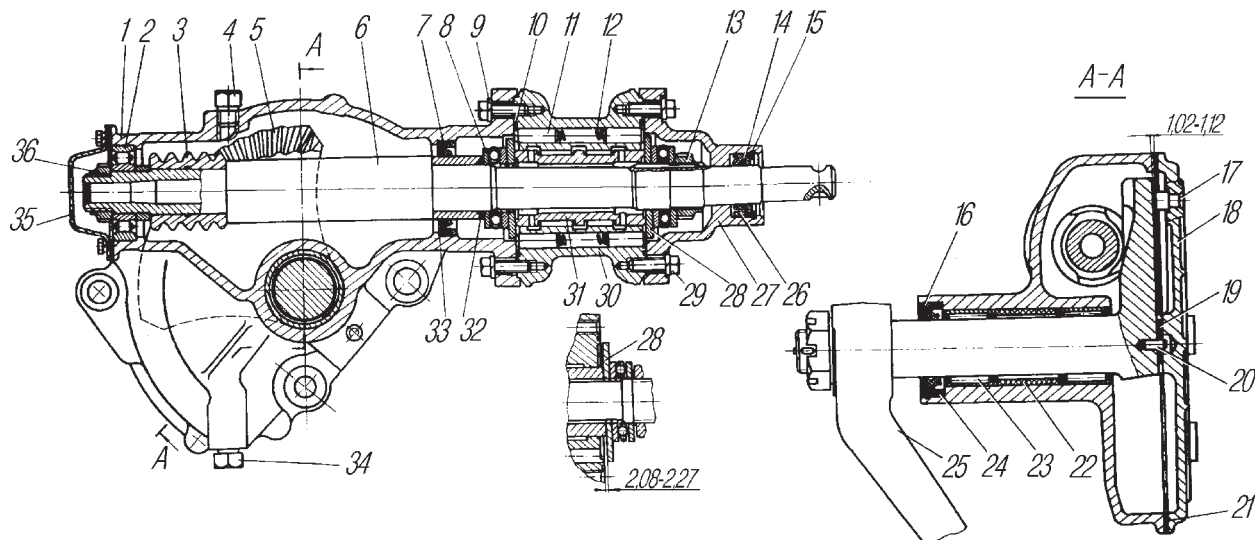

Рис. 55. Механизм рулевой (червяк-боковой сектор):
**Рулевой механизм с клапаном управления усилительным механизмом** состоит из червяка 3 (рис. 55) и червячного сектора 5 со спиральными зубьями. Сошка 25 рулевого управления соединена с валом сектора коническим шлицевым соединением. Сектор упирается в боковую крышку 18 картера через регулировочные шайбы 19.
**Регулировка зацепления рулевого механизма** (см.рис. 55) должна производиться после полной сборки клапана управления усилительным механизмом. При правильно собранном клапане управления зазор между торцом корпуса клапана и торцом подвижного кольца плунжеров должен быть 2,08-2,27 мм. При проверке этого зазора щупом сектор ввести в зацепление с червяком и создать момент на валу червяка 17-19 Н.м (1,7-1,9 кгс.м).